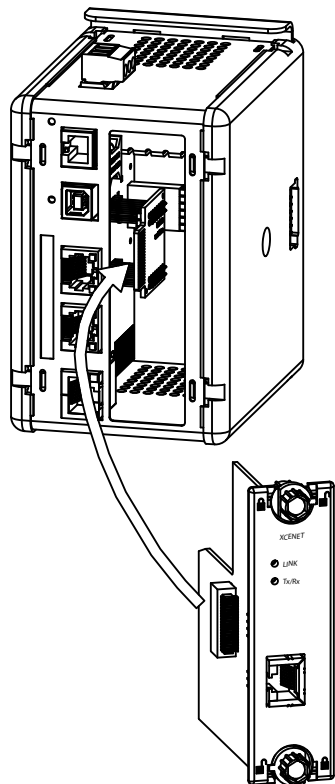

Abbildung 2.
3. Überprüfen Sie, dass die Optionskartenknöpfe sich in der "entsperren" Position befinden, wie in Abbildung 2 angezeigt.
Der Link und die Tx/Rx LEDs, die in Abbildung 2 gezeigt werden, zeigen den Status der Ethernetschnittstelle an. Siehe folgende Tabelle.